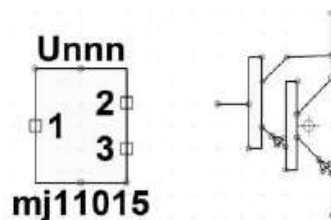

Figure 12.5
2. Dessiner à droite du symbole automatique, centré sur le petit réticule, le symbole tel que vous le souhaitez. L'échelle du symbole automatique vous donne une indication de taille, figure 12.5.